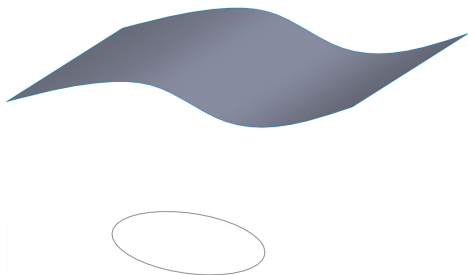

图 7-34 打开素材模型
(1) 单击常用工具栏中的【打开】按钮, 打开一幅素材模型, 如图 7-34 所示。